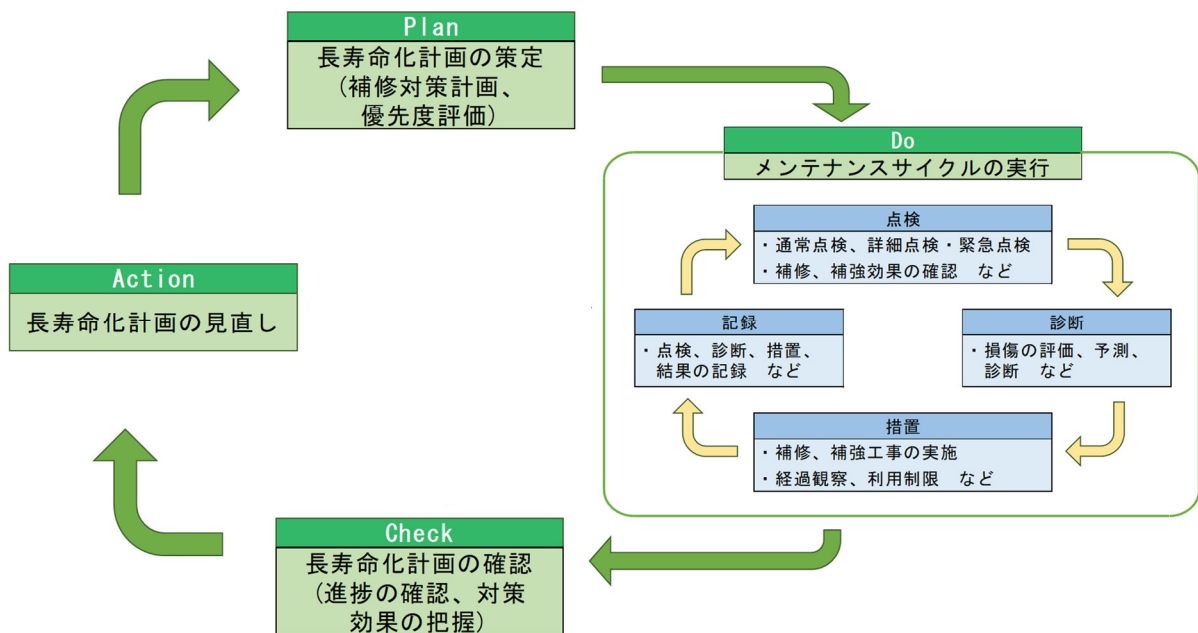

図 1.1 メンテナンスサイクル
- 予防保全（状態監視）型の維持管理に転換し、トンネルの長寿命化を図ります。（図 1.1）
- PDCA サイクルに基づき計画の策定・運用・改善を継続的に実行します。（図 1.1）